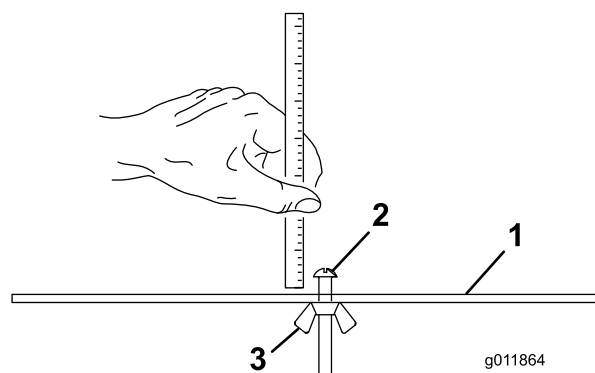

Рисунок 18
2. Ослабьте затяжку гайки измерительной планки (Рисунок 18) и установите регулировочный винт на требуемую высоту скашивания.